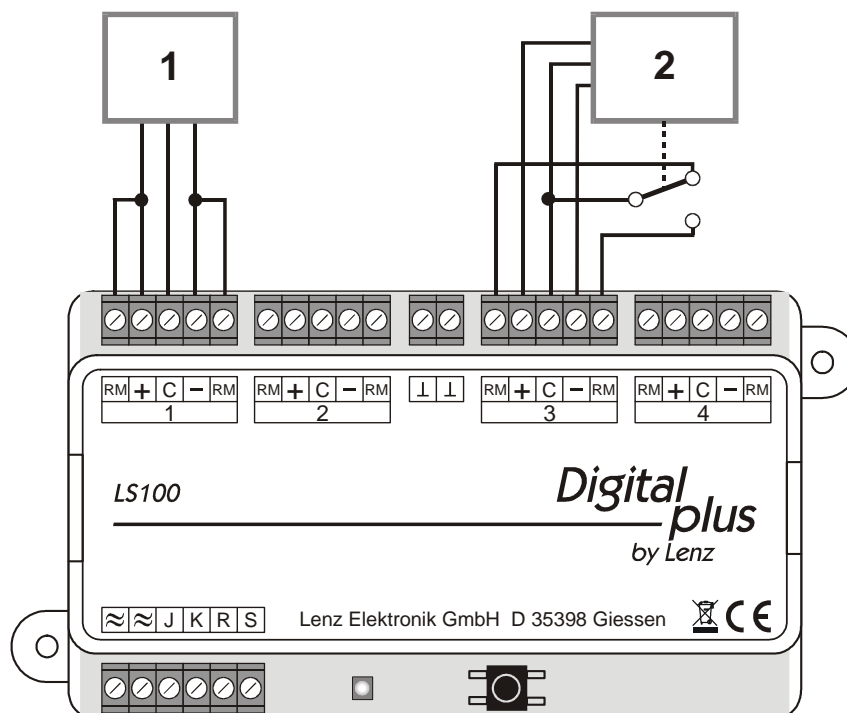

Figure 6
Si vous utilisez un moteur à double bobine (ou un relais bistable) muni de contacts de fin de course (n°1 sur la figure 6), le raccordement aux entrées rétrosignalisation (RM) est très simple. Connectez les bornes + et - aux bornes RM adjacentes comme indiqué sur la figure 6.
Si votre moteur dispose de contacts d'information séparés (contacts d'inverseur) (n°2 sur la figure 6), les contacts sont reliés aux bornes RM et C comme indiqué sur la figure 6.